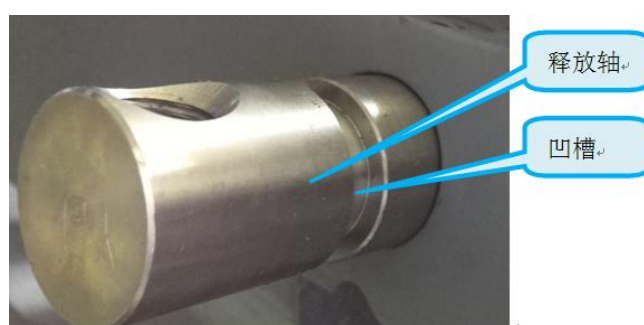

图 D-8
2) 拆掉释放轴，见图 D-8。
- 3) 装好释放轴和释放轴上下两侧的定位螺钉和紧固螺钉，释放轴下侧的紧固螺钉应拧入释放轴的凹槽（见图 D-8）中，释放轴下侧的紧固螺钉安装完成后，释放轴应能够左右旋转但不能拔出，释放轴上侧的定位螺钉应拧紧，拧紧后释放轴不能够左右转动。